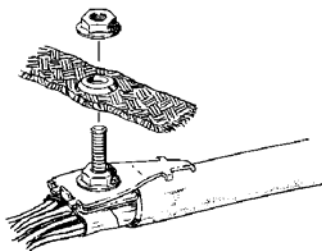

Рис. 4.7. Плетеная экранная шина, устанавливаемая на соединитель.
4.1.7. При использовании плетеной экранной шины проделать в ней отверстие и установить ее над первой гайкой. Зафиксировать второй гайкой (рис. 4.7.).